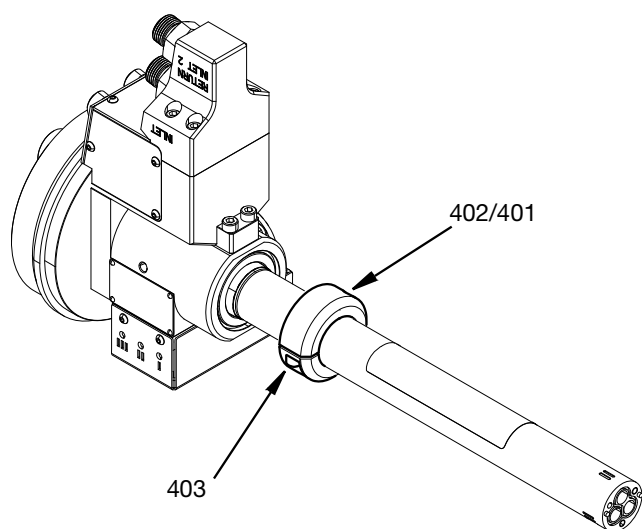

FIG. 16
8. Po zdemontowaniu złączki z korpusu głównego poluzować dwie śruby M5 (403) i zdjąć zespół pierścienia zamka (401) z podkładką (402). Patrz FIG. 16.